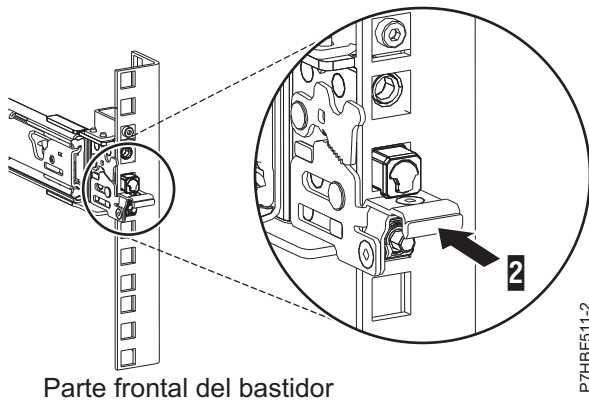

Figura 6. Pestillo colocado en el riel frontal del bastidor
- Al tirar del riel deslizante hacia adelante, asegúrese de que las tres patillas sobresalen de los orificios del bastidor y, a continuación, empuje totalmente el pestillo frontal (2). Para obtener detalles, consulte la Figura 6.